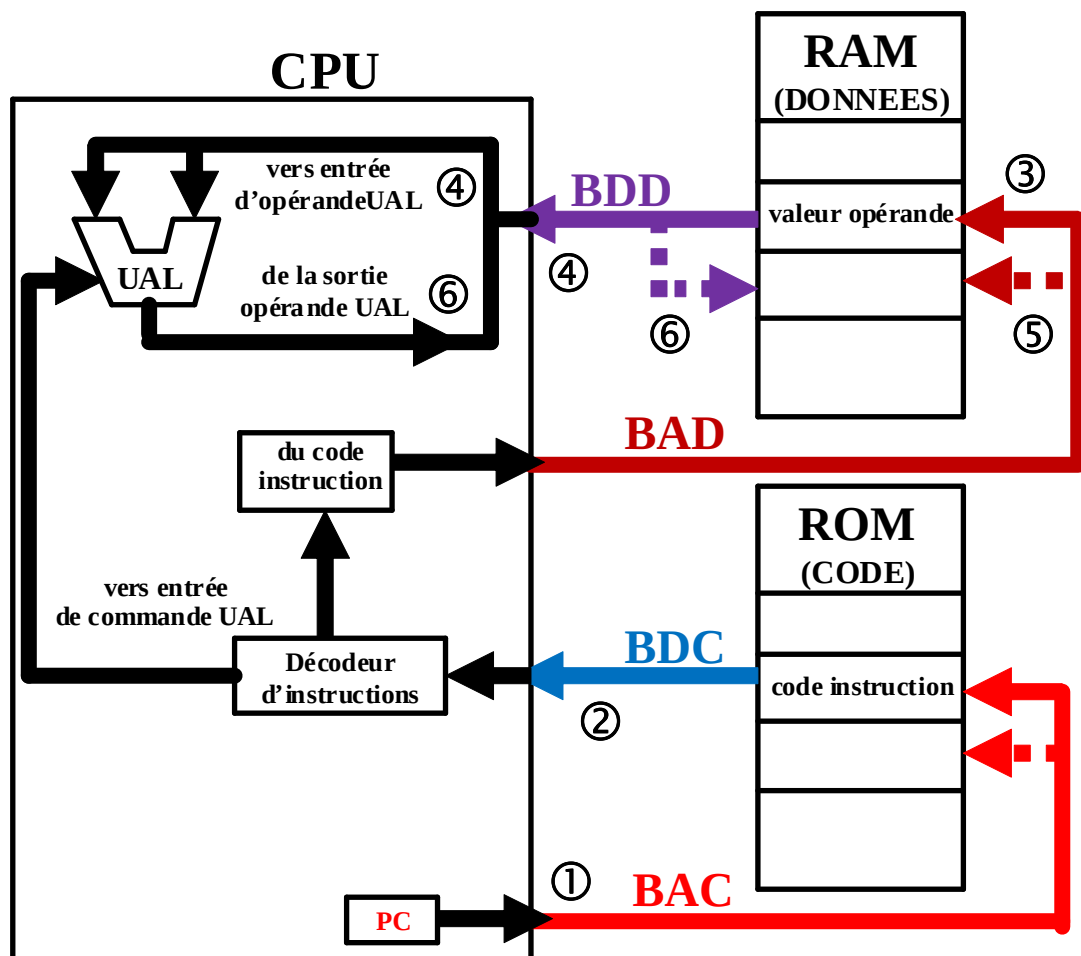

Figure I.21. (page 47)
①, ②, ③ ... de la figure I.21. (page 47)